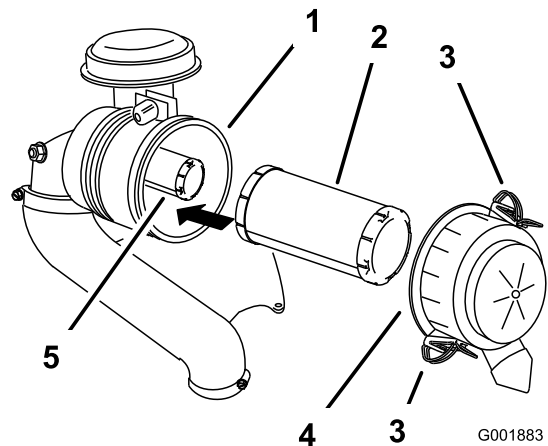

Figura 30
3. Rilasciate i dispositivi di fermo del filtro dell'aria e togliete il coperchio dal corpo del filtro (Figura 30).
5. Estraiete con cautela il filtro primario dal corpo del filtro dell'aria (Figura 30).
2. Se sostituite il filtro di sicurezza, fatelo scorrere delicatamente nel corpo del filtro (Figura 30).
3. Montate con cautela il filtro primario sul filtro di sicurezza (Figura 30).
4. Montate il coperchio del filtro dell'aria con il lato contrassegnato **up** (alto) rivolto in alto, quindi fissate i dispositivi di fermo (Figura 30).